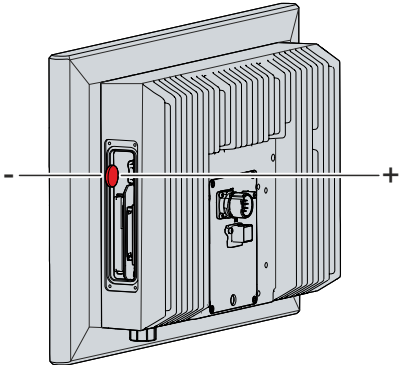

Abb. 42: Austausch Batterie
1. Ziehen Sie die Festplatte aus dem PC heraus (siehe Abb. 42).